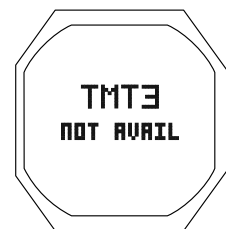

Abb. 100B - TMT KEINE
- > Wenn der TMT sich nicht meldet, wird für 10 Sekunden eine Nachricht angezeigt (Abb. 100B) und der Wechsel wird abgebrochen.